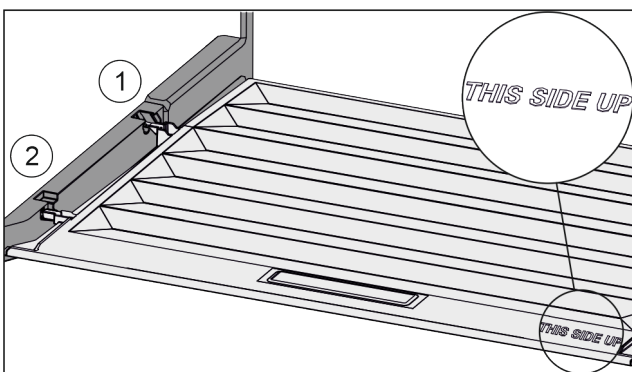

Fig. 110
- ▶ Вставить поперечные ребра крышки через отверстие заднего держателя Fig. 110 (1) и защелкнуть спереди в держателе Fig. 110 (2).